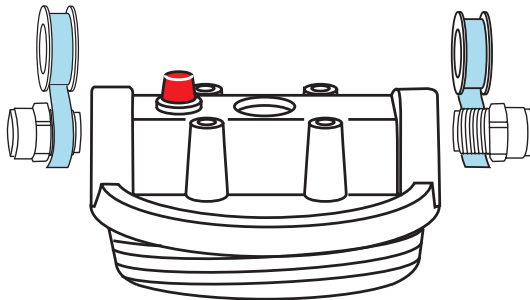

FIGURA 1
- 3** Coloque cinta Teflon® (2-1/2 vueltas) alrededor del adaptador macho-hembra de 3/4" macho x 3/4". Atornille firmemente en el cabezal del filtro. (Consulte la Figura 1)